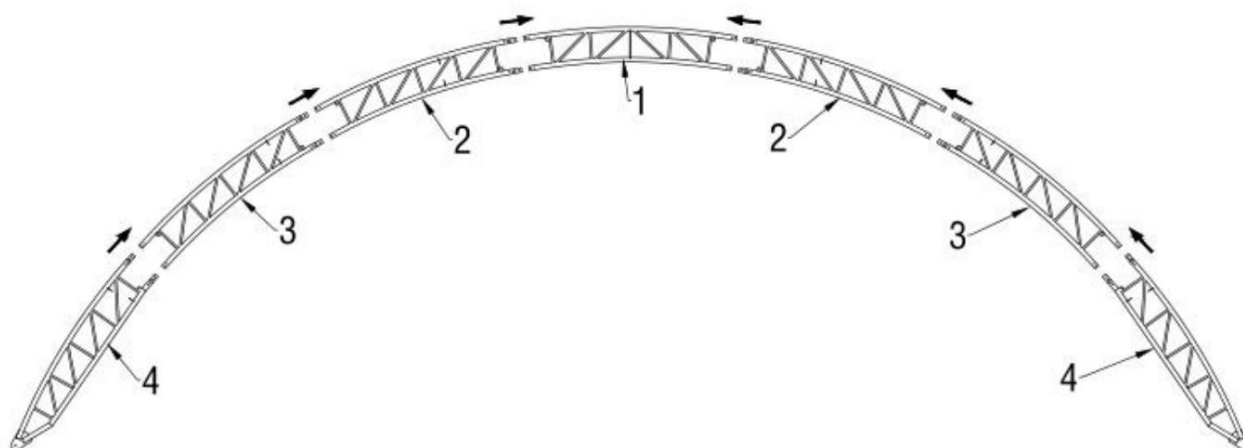

Figure 2
2.1 Comme indiqué sur les figures 2 et 3, trouver un tube cintré de toit, des tubes cintrés centraux, des tubes cintrés inférieurs et assembler ces arches avec un chariot.